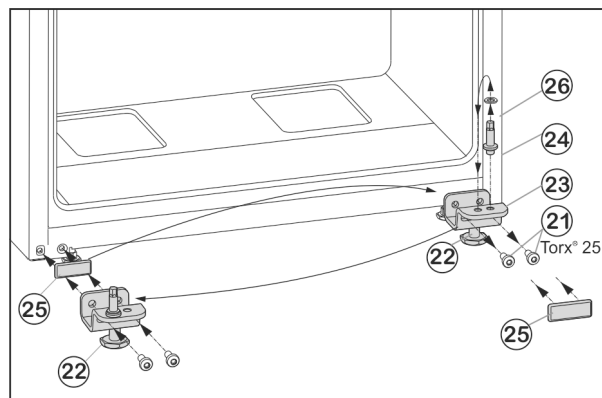

Fig. 7
- ▶ Викрутіть гвинти кріплення Fig. 7 (21).
- ▶ Зніміть нижній опорний кронштейн Fig. 7 (23) разом із гвинтом Fig. 7 (24), шайбою Fig. 7 (26) та установочною ніжкою Fig. 7 (22).
- ▶ Відкрутіть гвинт Fig. 7 (24) разом із шайбою Fig. 7 (26), переставте їх у протилежний отвір опорного кронштейна та знову закрутіть.
- ▶ Обережно зніміть кришку Fig. 7 (25) і переставте її на протилежний бік.
- ▶ Знову прикрутіть нижній опорний кронштейн Fig. 7 (23) разом із гвинтом Fig. 7 (24), шайбою Fig. 7 (26) та установочною ніжкою Fig. 7 (22) на інший бік шарніра (з моментом 4 Нм), у разі необхідності скористайтеся акумуляторним гвинтокрутом.
- ▶ Встановіть нижні дверцята згори на опорний гвинт Fig. 7 (24).
- ▶ Викрутіть установочну ніжку Fig. 7 (22) на нижньому опорному кронштейні Fig. 7 (23), доки він не буде опиратися на підлогу.